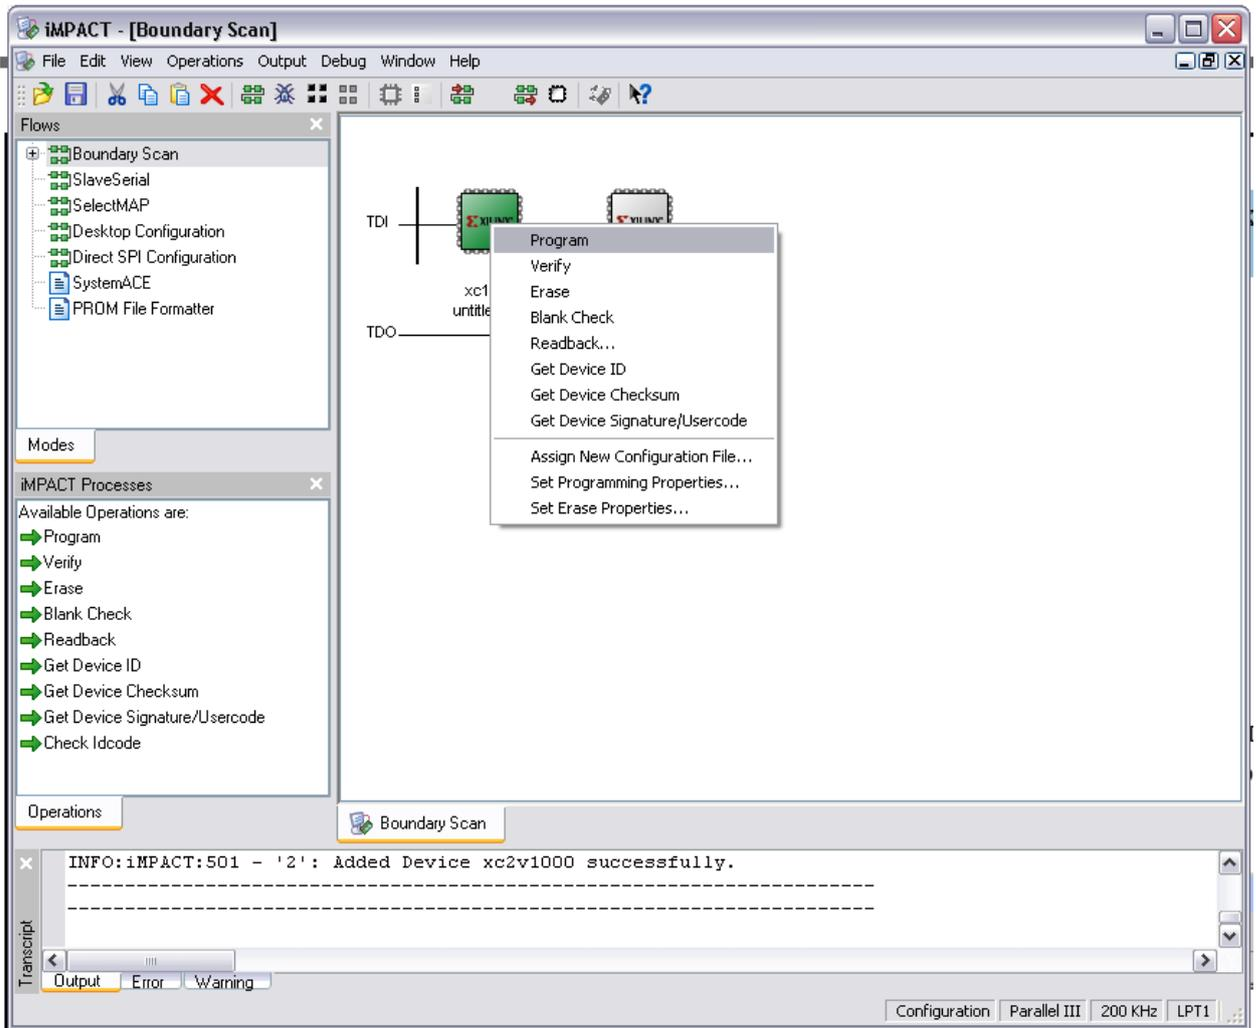

Рисунок 8
3.1.7 Щелкнуть правой кнопкой мыши на изображении левой микросхемы (xc18v04). В выпадающем меню выбрать команду Program (Рисунок. 8). Начнется программирование микросхемы. В случае успешного завершения программирования будет выдано сообщение